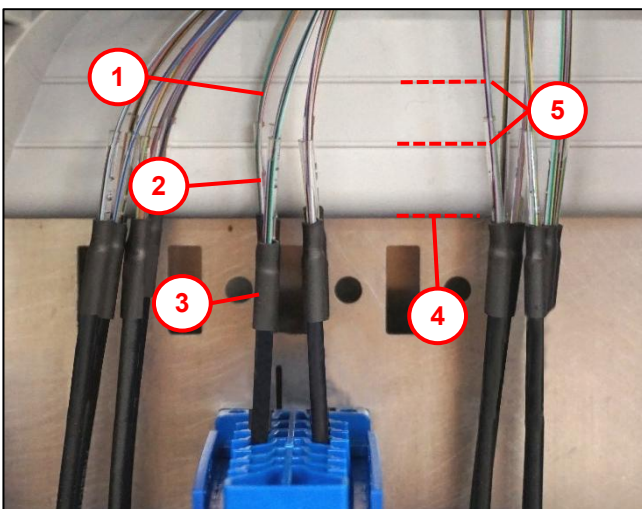

Abb. 27
- Abgangskabel (1) in die Klemmplätze (2) eindrücken, Absetzmaß Kabelmantel oberhalb der Klemmplätze siehe Abb. 27.
- Abdeckung (3) einsetzen. Abdeckung hinten einschieben und vollständig einschwenken bis die Rastlasche (4) hörbar einrastet.